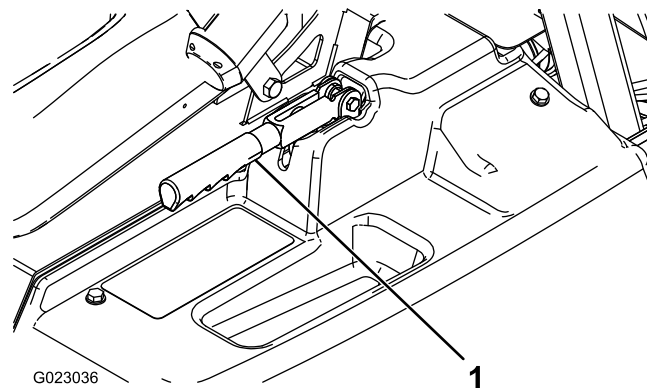

Figura 53
2. Afrouxe o parafuso de ajuste que prende o botão à alavanca do freio de mão (Figura 53).